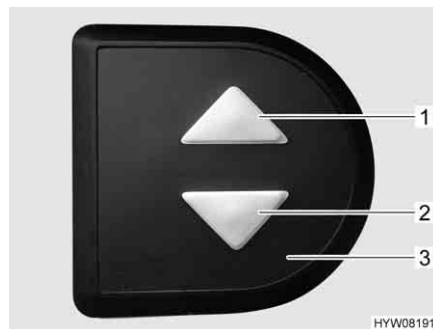

Fig. 94 Elemento di regolazione
- Sull'elemento di regolazione (Fig. 94,3) premere contemporaneamente i due tasti freccia (Fig. 94,1 e 2) e tenerli premuti fino a quando il letto basculante non si è spostato completamente verso il basso. Una volta rilasciati i tasti viene emesso un segnale acustico di conferma.
- Sull'elemento di regolazione (Fig. 94,3) premere il tasto freccia inferiore (Fig. 94,2) e tenerlo premuto fino a quando il letto basculante non ha raggiunto la posizione finale in basso.
- Sull'elemento di regolazione (Fig. 94,3) premere il tasto freccia superiore (Fig. 94,1) e tenerlo premuto fino a quando il letto basculante non ha raggiunto la posizione finale in alto.
- Portare leggermente il letto basculante con i tasti freccia (Fig. 94,1 o 2) nella direzione opposta.